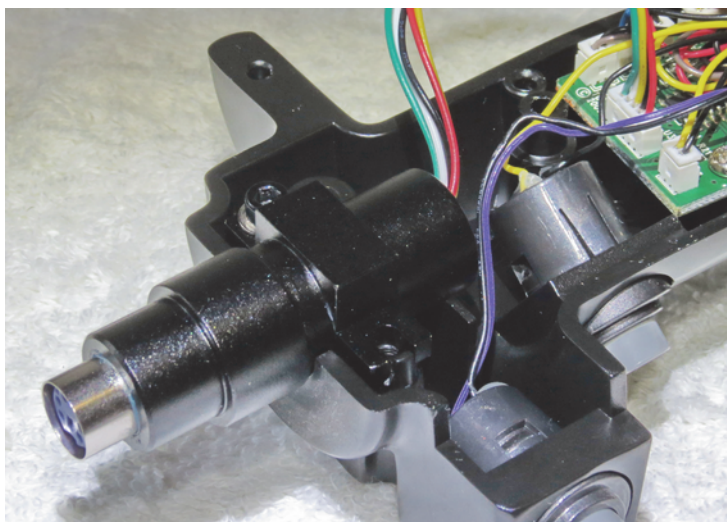

Рис. 2.5.
7. Расположите переходник, как показано на рис. 2.5, и закрепите его винтом.